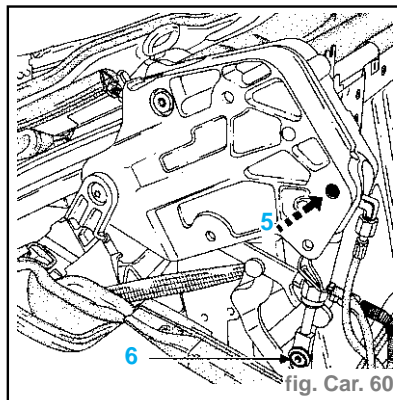

fig. Car. 60
- Déposer l'axe (5) puis l'agrafe (6). (fig. Car. 60)